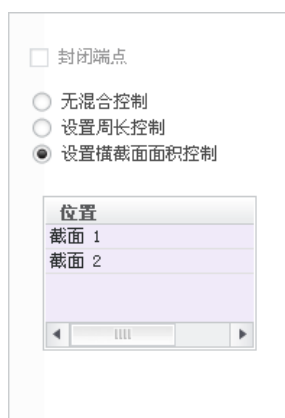

图 4.3.27 “选项”选项卡
Step2. 在模型树中选择  扫描混合 1, 右击, 从弹出的快捷菜单中选择  编辑定义 命令。在“扫描混合”操控板中单击  选项 选项卡, 在“选项”界面中选中  设置横截面面积控制 单选项 (图 4.3.27)。